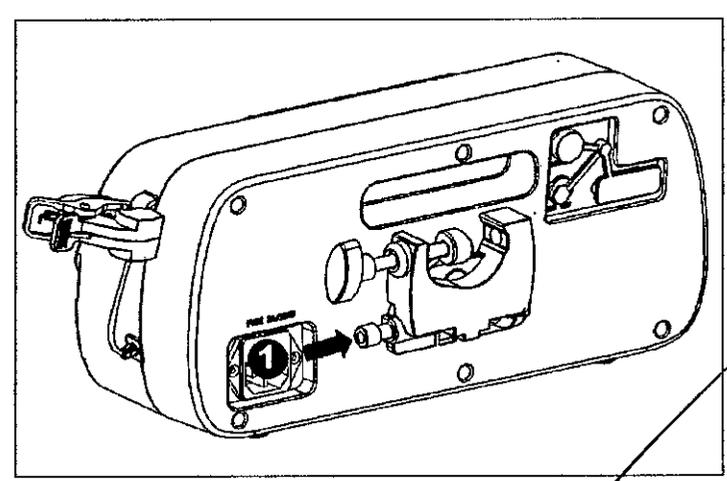
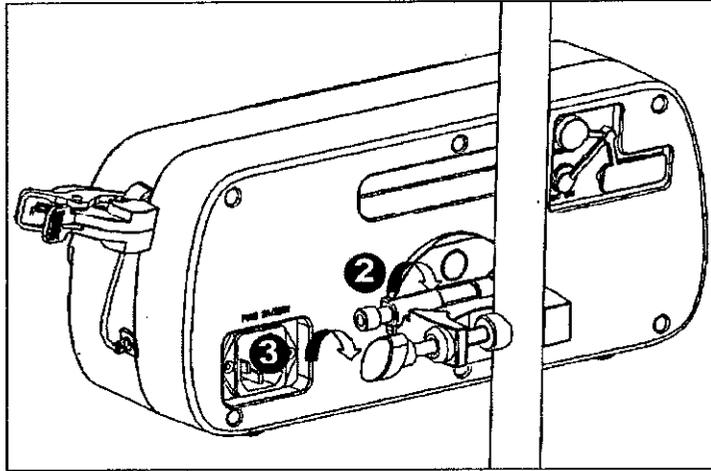

Figura 4: Apertura de la pinza de fijación.
Figura 5: Fijación a la abrazadera.
- Para fijarlo a un soporte vertical, presione el extremo del eje de rotación (paso 1), rote la abrazadera de fijación 90 grados (paso 2), gire la perilla y ajuste la morsa al soporte (paso 3), realizar este procedimiento de acuerdo con la figura 4 y la figura 5.